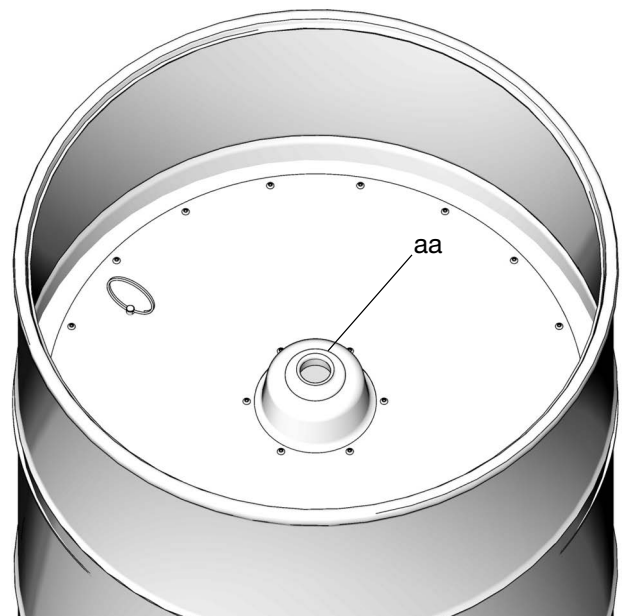

FIG. 27
6. Placer le plateau suiveur (15) au-dessus de la graisse fraîche (FIG. 27).
7. Expulser l'air en poussant le plateau suiveur jusqu'à ce que la graisse sorte par l'ouverture située au milieu du plateau suiveur (aa) (FIG. 27).